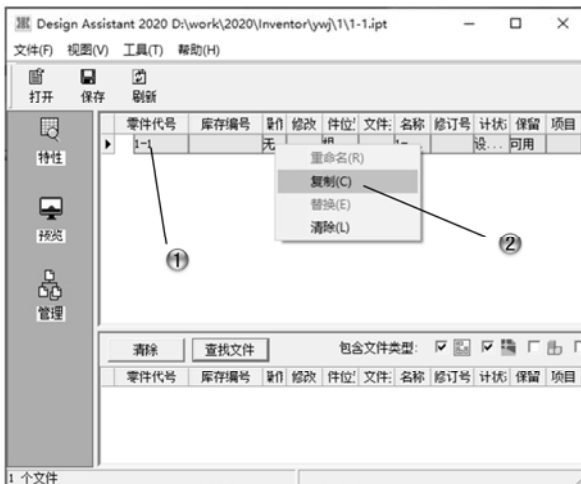

图 1-60 复制模型
- ① 打开 Design Assistant 2020 窗口, 并选择零件模型打开。
- ② 在 Design Assistant 2020 窗口中单击【管理】按钮, 切换到【管理】界面, 选择零件, 然后在列表中单击鼠标右键, 在弹出的快捷菜单中选择【复制】命令, 如图 1-60 所示。